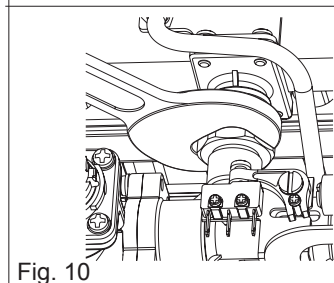

Fig. 10
- Svitare il dado di fissaggio del bruciatore (fig. 10)